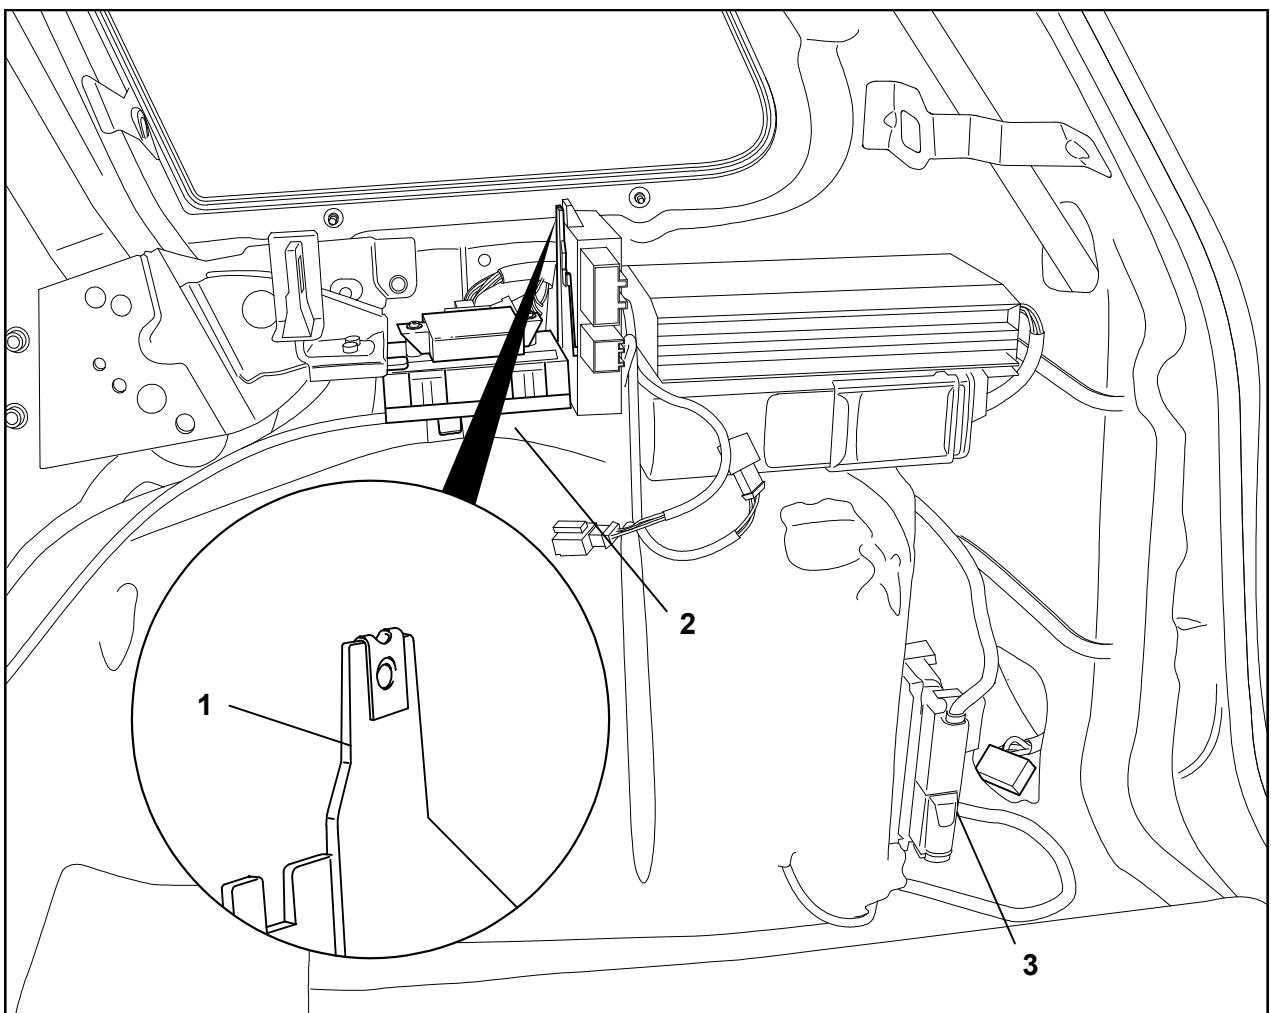

Fig. 3: Collegare il dispositivo di collegamento rimorchio
4. Posare l'estremità del cavo con il connettore nero a 16 poli dall'esterno attraverso il passacavo al supporto moduli elettronici (fig. 3/1).
9. Mediante il dado a scatto e la vite a testa esagonale, fissare il dispositivo di collegamento rimorchio nell'angolo destro del bagagliaio sul supporto moduli elettronici (fig. 3/1).
12. Mediante due occhielli, avvitare i cavi marroni sul punto di massa del veicolo dietro a destra vicino al punto di accoppiamento (fig. 3/3).
13. Allentare la vite di fissaggio per la centralina posteriore del veicolo in basso sul supporto moduli elettronici 7L0 959 933A (fig. 3/2) e tirare quest'ultimo in avanti con molta cautela.